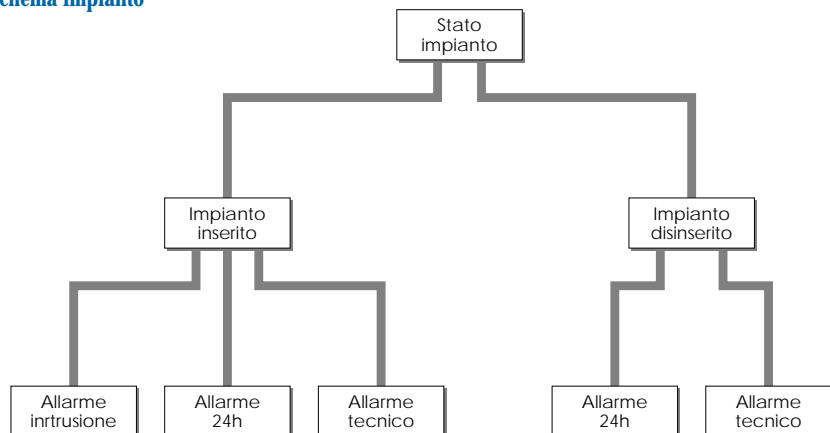

Fig. 61
N.B. Nel caso l'intrusione avvenga nella ZONA5 con le altre zone parzializzate la sirena non si attiva (Fig. 61).
Sirena: Lampeggio da parte dell'indicatore luminoso (fig. 61).